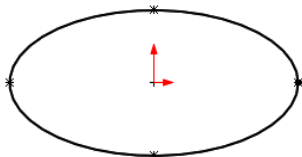

图 2.4.4 草图 2
Step3. 创建图 2.4.4 所示的草图 2。选择下拉菜单 **插入(I)** → **草图绘制** 命令；选取基准面 1 作为草图基准面；绘制图 2.4.4 所示的草图 2（使用“转换实体应用”命令创建其轮廓）。